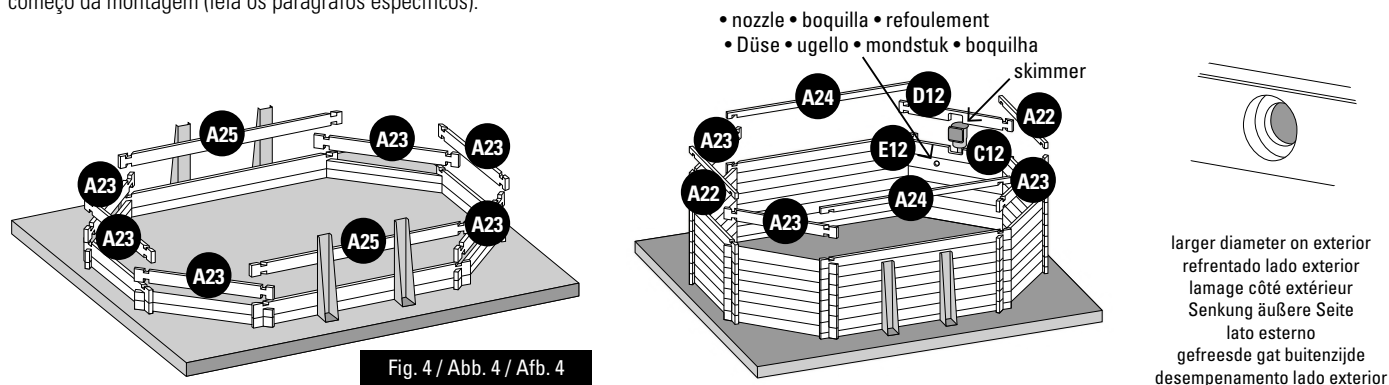

Fig. 4 / Abb. 4 / Afb. 4
**3rd LAYER OF BOARDS:** Install the third layer of boards as shown in figure 4. The position of the refilling fitting with the key and the skimmer should be defined at the start of the assembly (read the specific paragraphs).
**3ÈME RANGÉE MADRIERS :** Positionnez les madriers de la 3ème rangée conformément à la figure 4. Vous devez avoir déterminé l'emplacement de la buse de refoulement et du skimmer dès le début du montage (voir paragraphes spécifiques).
**3. BRETTERREIH:** Platzieren Sie die Bretter der dritten Reihe laut Abb. 4. Zu Beginn der Montage müssen Sie die Lage des Druckventils und des Skimmers festlegen (lesen Sie hierzu die entsprechenden Abschnitte).
**3ª RIJ PLANKEN:** Plaats de planken van de derde rij zoals te zien is op afbeelding 4. U moet al bij aanvang van de montage bepalen op welke plaats het uitstroombondstuk en de skimmer moet komen (less de betreffende paragrafen).